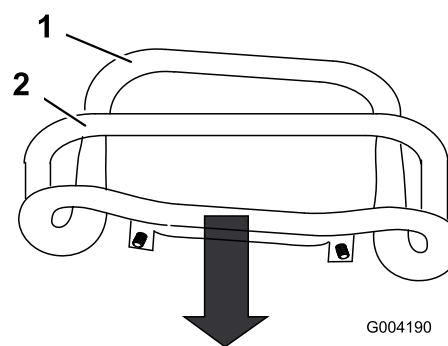

Figura 50
3. Puxe a direito no controlo de tração de modo a que a parte da frente do controlo entre em contacto com a barra de referência (Figura 50).